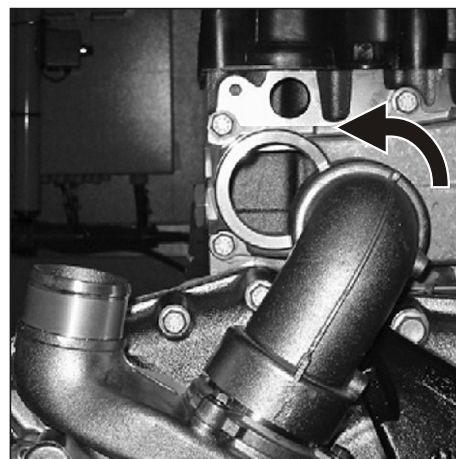

Рис. 129. Установка насоса водяного.
4. Повернуть насос вокруг оси так, чтобы коленчатый патрубок расположился напротив посадочной горловины коробки слива охлаждающей жидкости с головки блока цилиндров (см. **Рис. 129**).